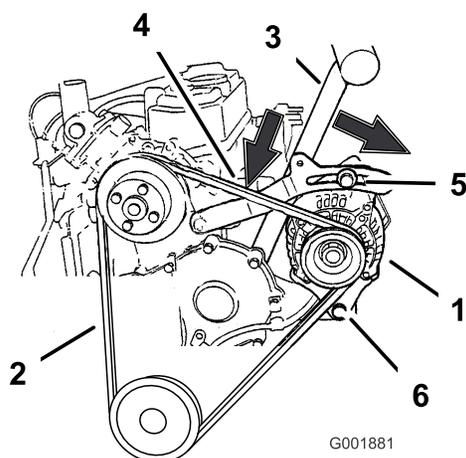

Figure 67
6. Desserrez les deux boulons de fixation de l'alternateur (Figure 67).
7. Retirez la courroie des poulies et de l'alternateur (Figure 67).
8. Installez une courroie neuve autour des poulies et de l'alternateur (Figure 67).
1. Placez une poignée entre l'alternateur et le bloc-cylindres (Figure 67).
2. Réglez l'alternateur à l'extérieur jusqu'à ce que la courroie présente une flèche de 10 à 13 mm (3/8 à 1/2 po) entre le moteur et l'alternateur (Figure 67).
5. Si la flèche est correcte, serrez le boulon supérieur à 19 Nm (170 po-lb) et le boulon inférieur à 61 Nm (45 pi-lb) (Figure 67).